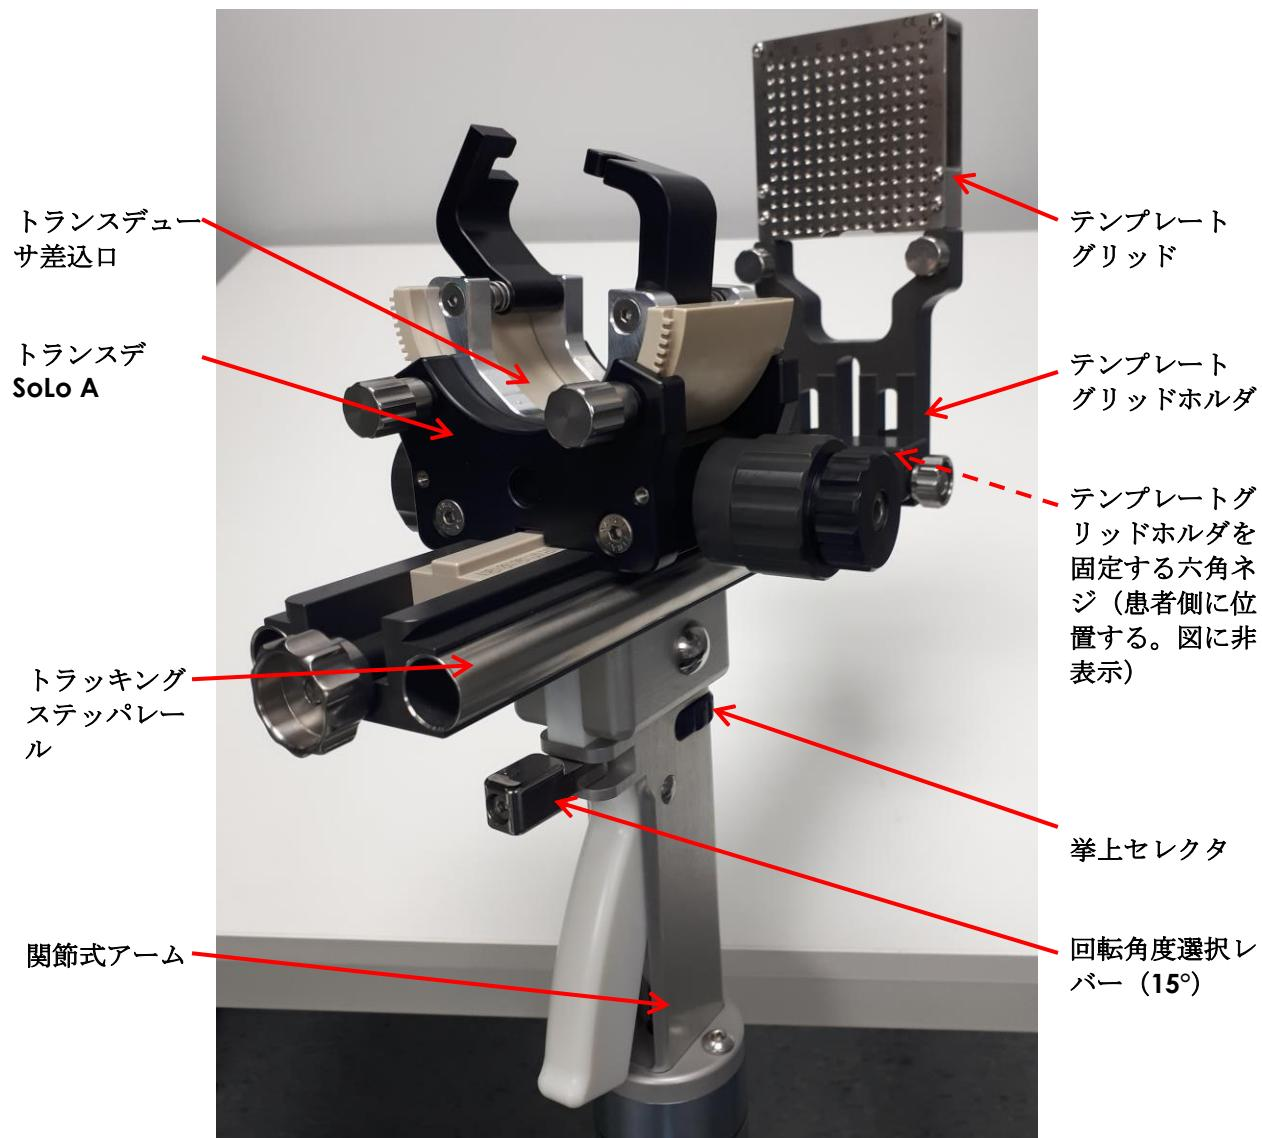

図11：消毒が必要な経会陰ステッパ部品
装置は、各使用前に当該検査に適切な清掃を行わなければならない。毎使用後に、清掃及び廃棄物処理の適切な手順に従う。図11に、清掃、消毒及び滅菌が必要な経会陰ステッパの部品を示す。
- トラッキングステッパレール、再使用可能テンプレートグリッド、テンプレートグリッドホルダ、トランスデューサ差込口及びトランスデューサクレードルを清掃、消毒及び滅菌するための指示（図11を参照）。